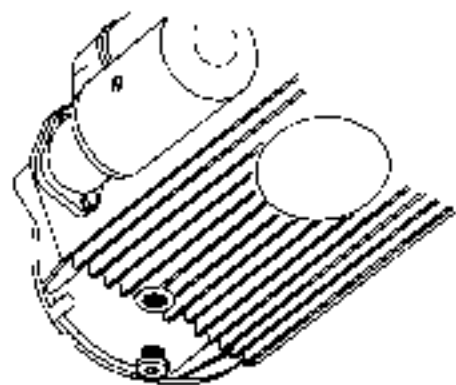

Fig. 11
- Sostituire l'olio e la cartuccia del filtro, quando il motore è caldo, per favorire il drenaggio. La sostituzione dell'olio dovrà essere eseguita dopo aver fatto drenare l'olio usato dal tappo della coppa. Il tappo di scarico della coppa è nella porta posteriore (fig. 11).
- Change engine oil and filter cartridge, this should be done with the engine warm, so as to assist draining off. The oil should be changed after the old oil has been drained off through the sump drain plug. The drain plug is to the rear (fig. 11).